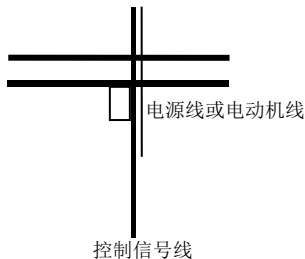

图 3-29 系统配线要求
- (4) 变频器 PE 端接地电缆不得借用其它设备接地线,必须直接与大地相连。
- (5) 控制信号线不能与强电电缆(R、S、T或R、T与U、V、W)平行近距离布线,不能捆扎在一起,保持20~60厘米(与强电电流大小有关)以上的距离。如果要相交,则应相互垂直穿越,如图3-29所示。
- (6) 控制信号和传感器等弱电接地线必须与强电接地线分别独立接地。
- (7) 禁止在变频器电源输入端(R、S、T或R、T)上连接其它设备。